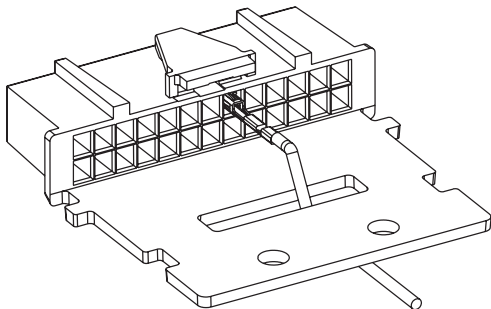

Figura 1a Elemento para aliviar tensiones del cable
6. Pase los cables a través del conector, tal como se indica en la *Figura 1a*, o en el caso de aplicaciones con varios accesorios conectados a la radio móvil, pase los cables como se indica en la *Figura 1b* y utilice el precinto para sujetar los cables al conector después de completar el paso 7.